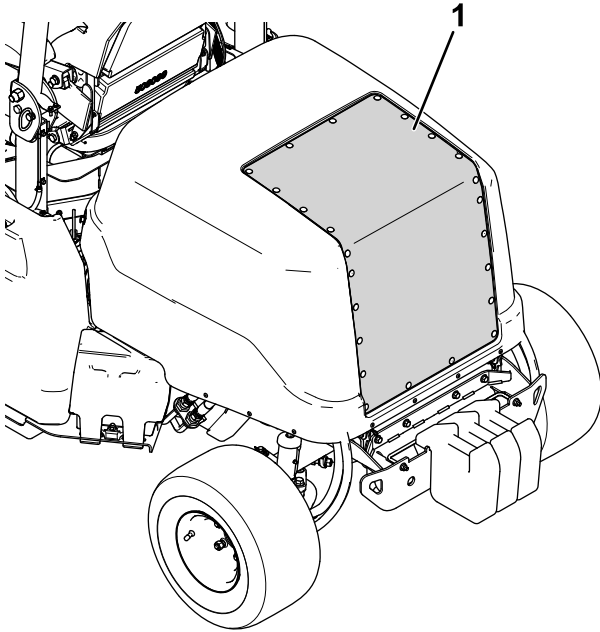

Figure 68
2. Nettoyez la grille du capot à l'air comprimé (voir Figure 68). Dirigez l'air de l'intérieur vers l'extérieur de la machine.